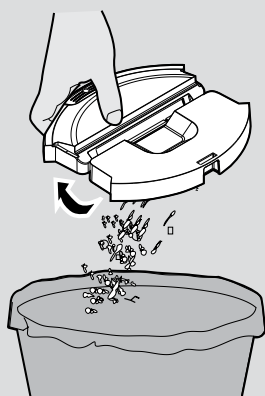
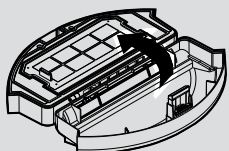

Abb. 8
Abb. 9
2. Entleeren Sie den Staubbehälter über einem Abfalleimer aus. **[Abb. 8]**
2. Leeren Sie den Staubbehälter. **[Abb. 8]** Öffnen Sie den Staubbehälter und nehmen Sie das Filtersieb zusammen mit dem Filter heraus. Entfernen Sie dann den EPA-Filter vom Filtersieb und reinigen Sie ihn separat. Der Zusammenbau erfolgt in umgekehrter Reihenfolge. Achten Sie dabei darauf, dass der Filter richtig zusammengesetzt wird. **[Abb. 9,10]**